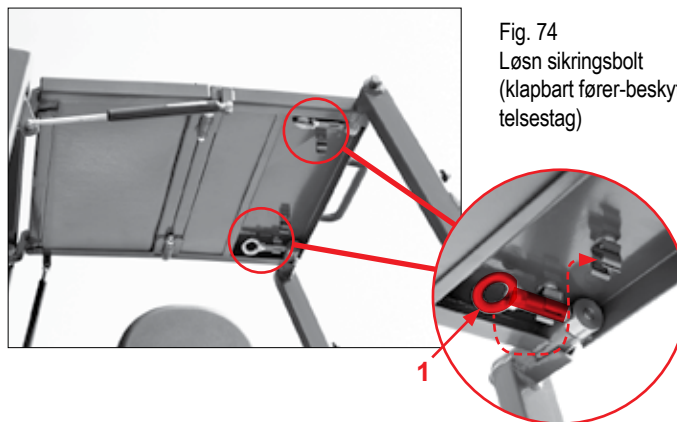

Fig. 74
1. Træk boltgrebet pos. 1 (Fig. 74) ned og ud af klemmen.
2. Klap de bageste støtter pos. 3 (Fig. 74), indtil de ligger på gummibufferne.